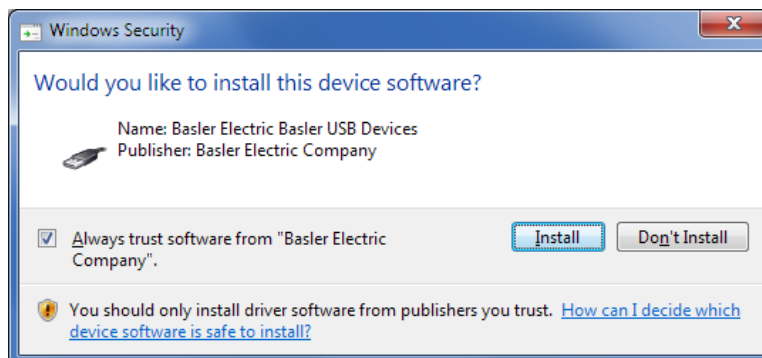

Figura 62-8. Seguridad de Windows
Paso 7. Si aparece una ventana Seguridad de Windows (Figura 62-8), haga clic en Instalar.